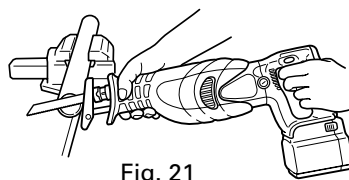

Fig. 21
- (1) Sujete firmemente una pieza de trabajo antes de la operación. (Fig. 21)
- (2) Cuando corte materiales metálicos, utilice un aceite para corte de metales apropiado (aceite para turbinas, etc.). Cuando no utilice un aceite para corte de metales líquido, aplique grasa sobre la pieza de trabajo.